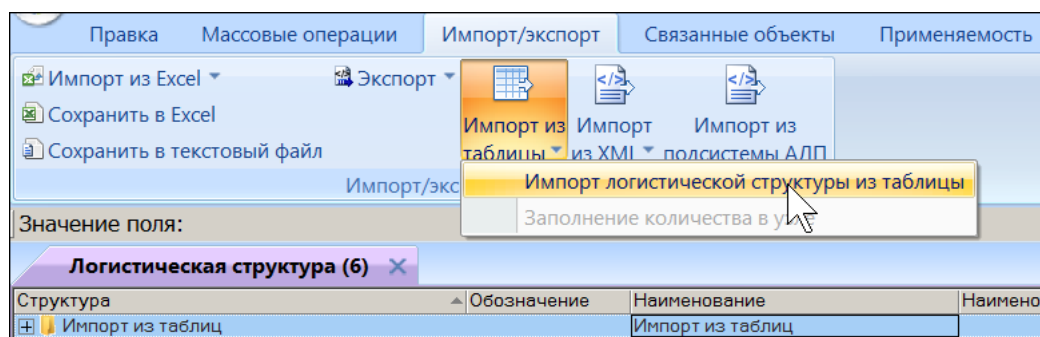

Рис. 14-50 – Вызов диалогового окна импорта из таблицы в рабочем окне «Логистическая структура»
- 3) Нажать кнопку «Импорт из таблицы» панели «Импорт/экспорт» и из раскрывшегося списка выбрать пункт «Импорт логистической структуры из таблицы» (рис. 14-50).